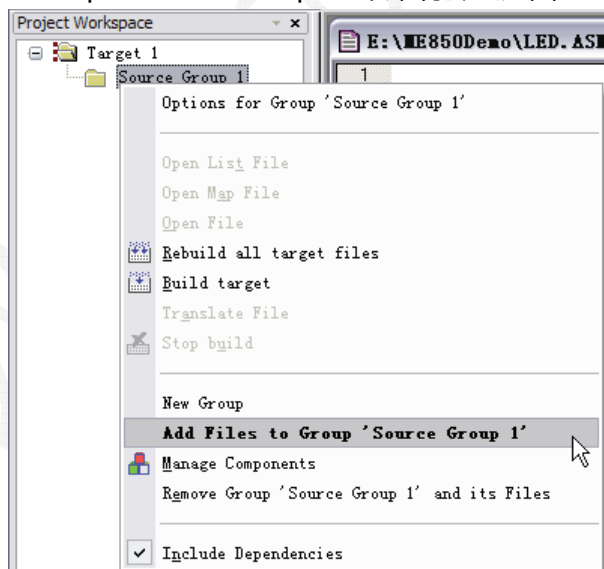

图 3.5
6. 添加源程序文件到工程中。现在，一个空的源程序文件“LED.ASM”已经建立，但是这个文件与刚才新建的工程之间并没有什么内在联系。我们需要把它添加到工程中去。单击 Keil C51 软件左边项目工作窗口“Target 1”上的“+”，将其展开。然后右击“Source Group 1”文件夹，会弹出如图 3.5 所示的选择菜单。单击其中的“Add Files to Group 'Source Group 1'”项，将弹出如图 1.8 所示的对话框。